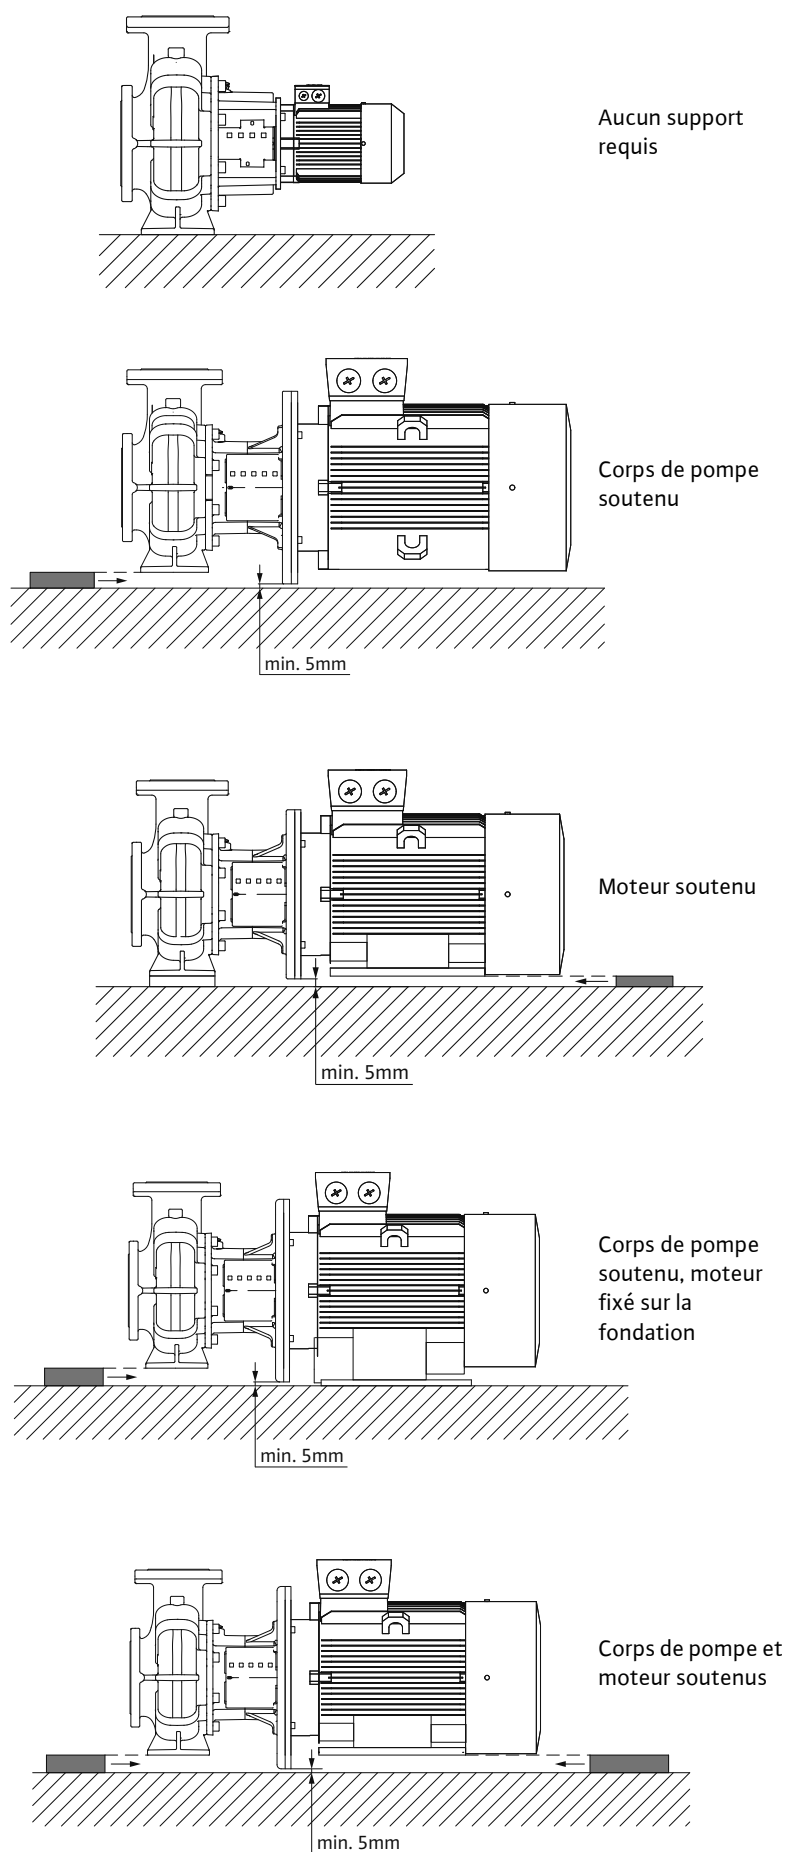

Fig. 14: Exemples de montage BL
- Pour les pompes de type BL, le moteur, à partir d'une puissance de 18,5 kW, doit impérativement être soutenu, voir exemples de montage BL (Fig. 14).